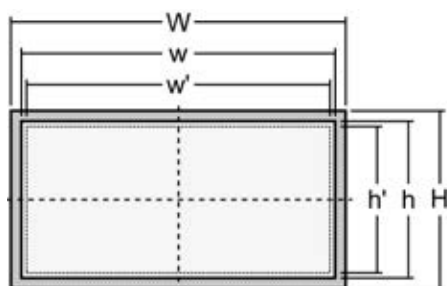

Рис. 10: Схема выреза
1. Выполните вырез в панели в соответствии с размерами, указанными в Рис. 10.